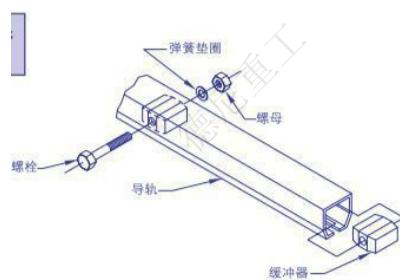

图8B. 在主梁上安装缓冲器
- 8.4 在主梁上安装终端缓冲器（带通孔的缓冲器）（图 8B ）